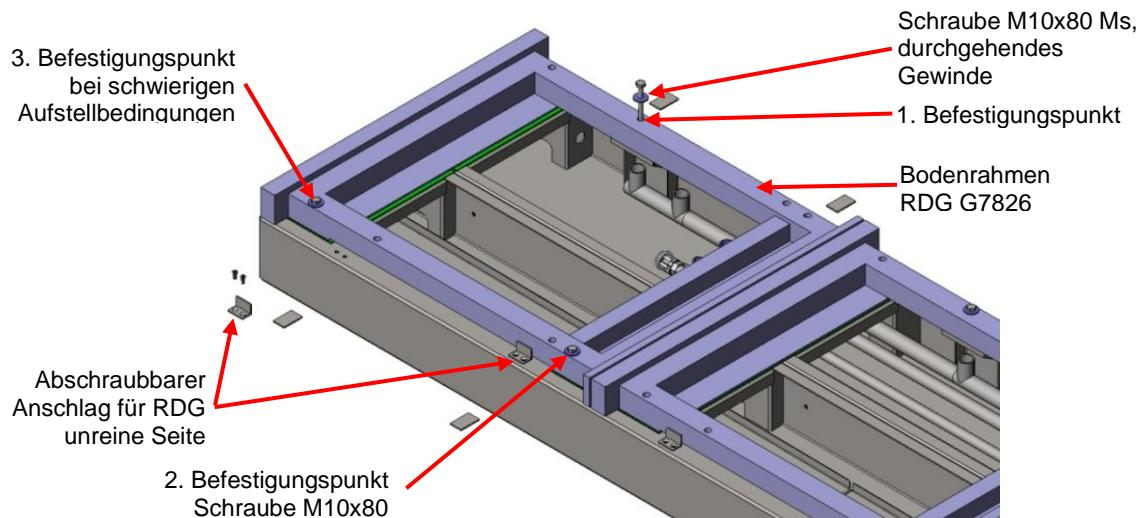

Abb. 2: Befestigung der RDGs auf dem Versorgungssockel
- a) Lösen Sie die pro RDG 2 abschraubbare Anschlüsse am Versorgungssockel (siehe Abb. 2:).